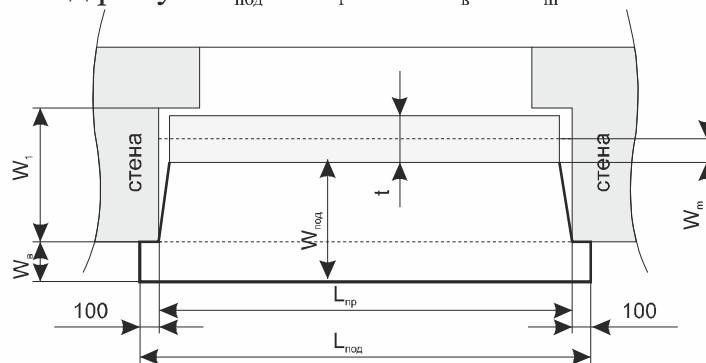

Рис. 11
③ Размеры подоконника (Рис.11).